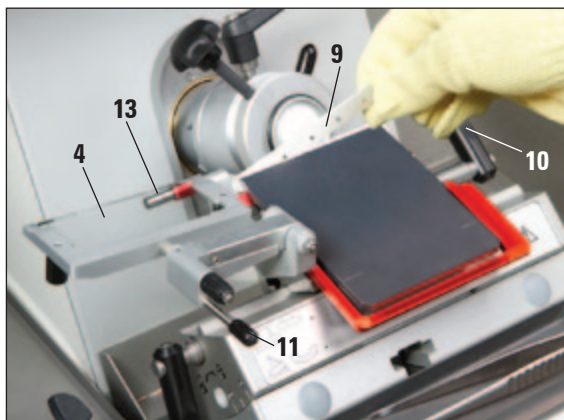

Abb. 7
2. Schnittstreckersystem (4) nach links klappen – dabei am Hebel (11) anfassen (nicht an der Einstellschraube des Schnittstreckers), damit die Höhe des Schnittstreckers nicht verändert wird.
3. Klemmhebel (10) durch Drehen gegen den Uhrzeigersinn öffnen (Abb. 7).
4. Klingenauswurf (13) betätigen, sodass dieser die linke Seite der Klinge berührt und diese nach rechts herausdrückt.
5. Benutzen Sie den Magnet am Ende des Leica-Pinsels (12), um das herausstehende rechte Ende der Klinge aufzunehmen.
6. Klinge (9) vorsichtig nach oben herausziehen.